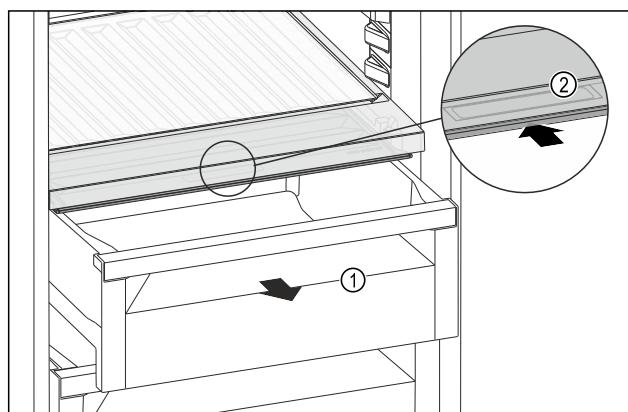

Fig. 108
- Izvlecite predal Fig. 108 (1).
- Primite prijemalno vdolbino Fig. 108 (2) na pokrovu predala in pokrov predala istočasno potisnite nazaj.